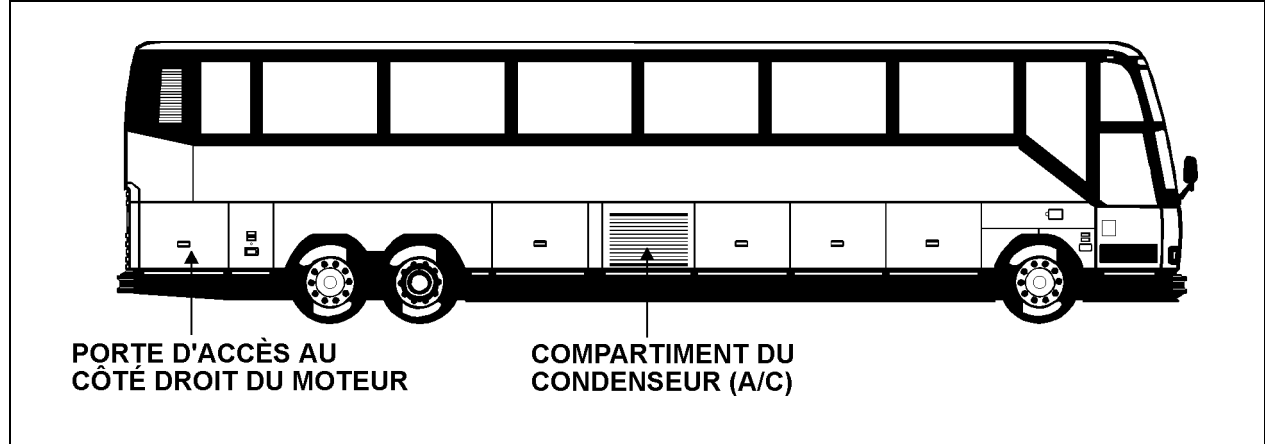

FIGURE 1: EXTÉRIEUR DU VÉHICULE
1. Remplacer l'étiquette de fréon (Prévost # 453067) située à l'intérieur de la porte d'accès au côté droit du moteur par l'étiquette de fréon (Prévost # 453101) (voir fig. 1).
2. Remplacer l'étiquette de fréon (Prévost # 453067) située à l'intérieur du compartiment du condenseur au-dessus du réservoir de réfrigérant par l'étiquette de fréon (Prévost # 453101) (voir fig. 1 et 2).